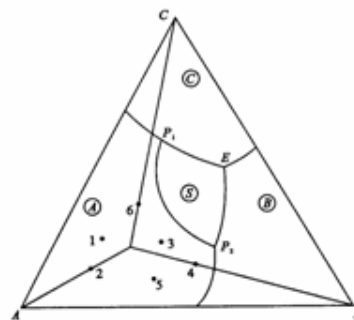

图6-18
6-30根据图6-18回答下列问题：(1) 说明化合物 $S$ 的熔融性质，并分析相图中各界线上温度变化的方向以及界线和无变量点的性质；(2) 写出组成点为1、2、3及4各熔体的冷却结晶过程；(3) 分别将组成为5和组成为6的物系，在平衡的条件下加热到完全熔融，说明其固液相组成的变化途径。